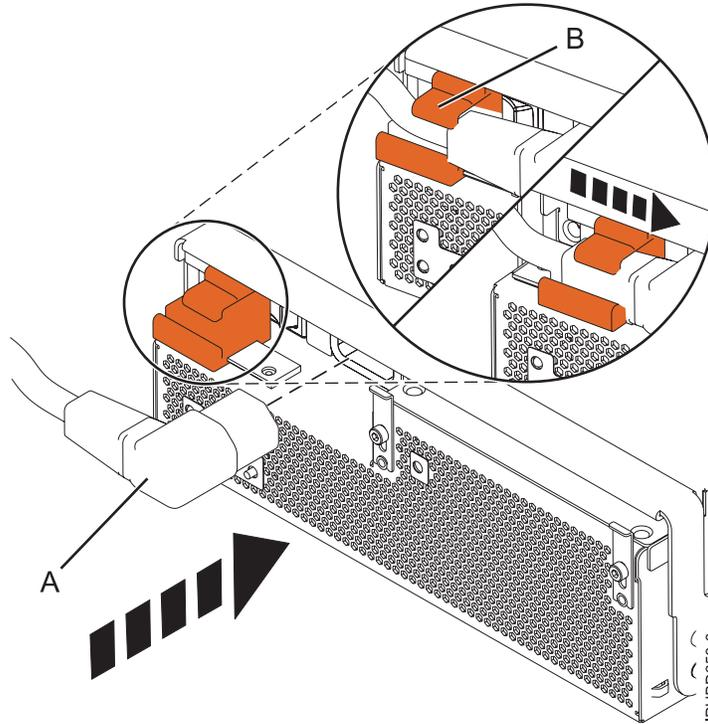

Figura 64. Conectar el cable de alimentación a la parte frontal de una unidad de expansión
7. Cierre el asa de bloqueo (A) hasta que la fuente de alimentación quede bloqueada en su posición.
8. Vuelva a conectar el cable de alimentación (A) en la parte frontal de la fuente de alimentación y, a continuación, deslice la abrazadera de retención de cable (B) hasta la posición de cerrado para fijar el cable como se muestra en la Figura 64 en la página 81. Al mover la abrazadera hasta la posición de cerrado, se enciende la fuente de alimentación.